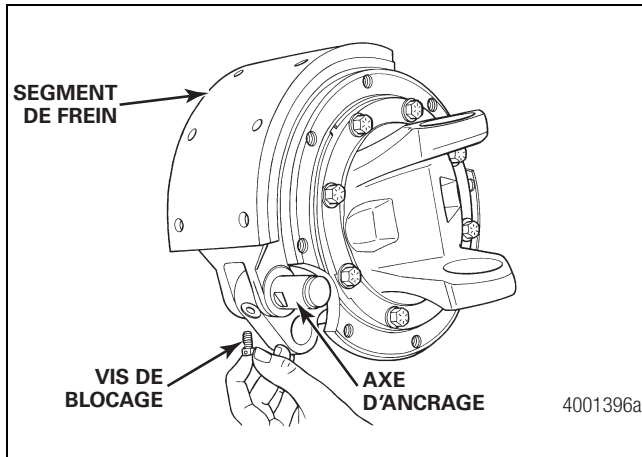

Figure 3.26
9. Utiliser un chasoir en laiton ou un poinçon pour retirer l'axe d'ancrage du logement de roulement. Retirer les segments de frein. Figure 3.26.